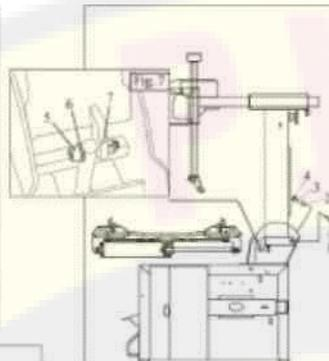

Рис. 6
Установите крепежные болты (1), втулки (2), шайбы (3) и затяните гайки (4). Рисунок 6.